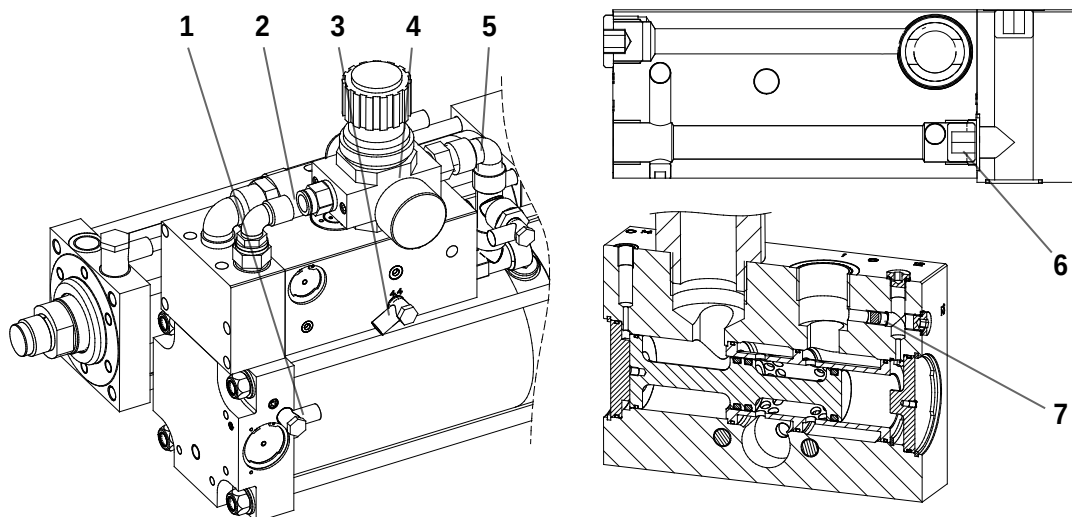

Fig. 13 Montage du régulateur de pression ZDK-X dans le conduit de la course de travail
- 1 Monter le régulateur de pression ZDK-X (Fig. 13/4) sur le raccord 6.1 situé sur le bloc de vannes ZVX ou l'adaptateur de vanne 211 (Fig. 13/5).
- 2 Visser le bouchon fileté 245 (Fig. 13/6) livré avec le produit, par l'arrière sur le bloc de vannes ZVX. Cela interrompt la connexion entre le conduit d'approche rapide et celui de la course de travail.
- 3 Brancher le raccord de signal d'approche rapide 4.4 (Fig. 13/3) situé sur le bloc de vannes ZVX sur le raccord 12 (Fig. 13/1) situé sur la valve de séquence.
- 4 Fermer l'orifice situé sur la valve de séquence (Fig. 13/7) avec le bouchon fileté M8 x 1 livré avec le produit.